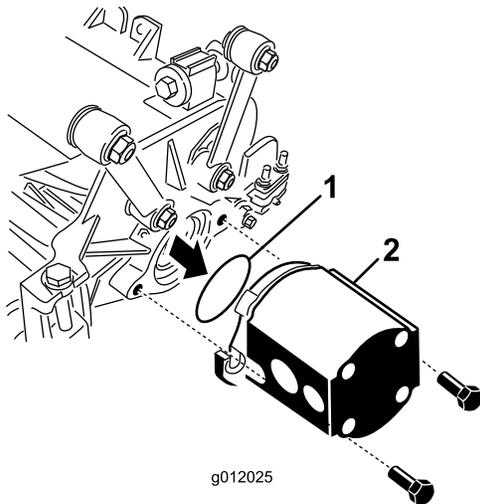

**Bild 23**
2. Nehmen Sie den Ballast und den O-Ring (**Bild 23**) vom inneren Ende der rechten Schneideinheit ab.